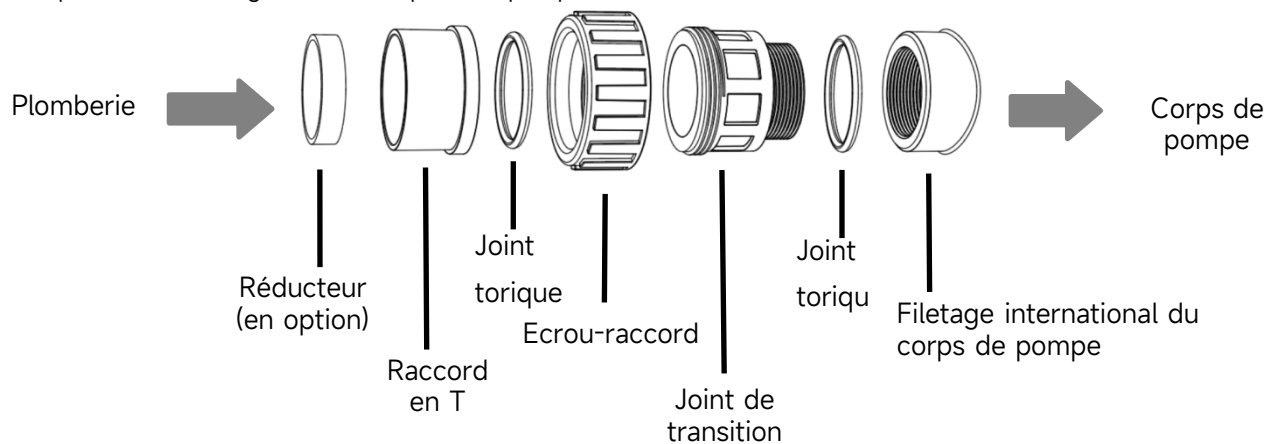

Figure 3 - Kit d'union
- 3) Utilisez le KIT D'UNION fourni par le fabricant de la pompe (voir figure 3). N'utilisez pas d'autres raccords pour connecter l'entrée/la sortie de la pompe, au cas où les raccords ne correspondraient pas et endommageraient le corps de la pompe.